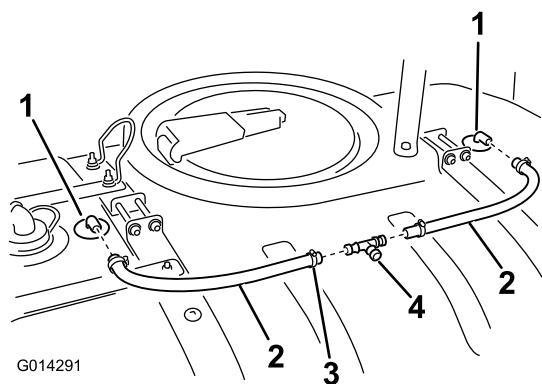

Bild 23
- Stecken Sie eine Schlauchklemme auf ein Ende jedes Schlauchs (Bild 23).
- Befestigen Sie jeweils ein Ende der Schläuche mit einer gezahnten Spüldüse (Bild 23).
- Befestigen Sie die 2 geraden Enden des T-Anschlussstückes mit den bereits vorher montierten (siehe Bild 23) offenen Schlauchenden der Spüldüsenschläuche.